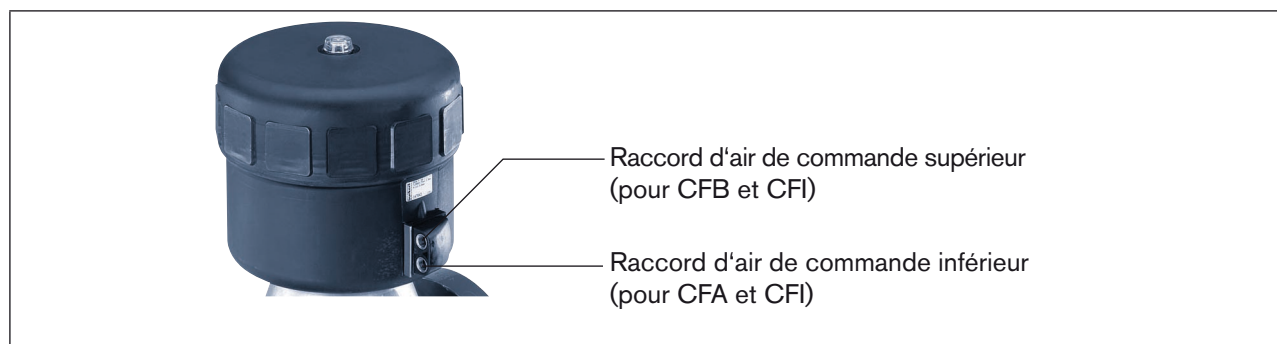

Figure 18 : Raccord d'air de commande
- Appliquez de l'air comprimé (valeur indiquée sur la plaque signalétique) sur le raccord d'air de commande inférieur (voir Figure 18 : Raccord d'air de commande).